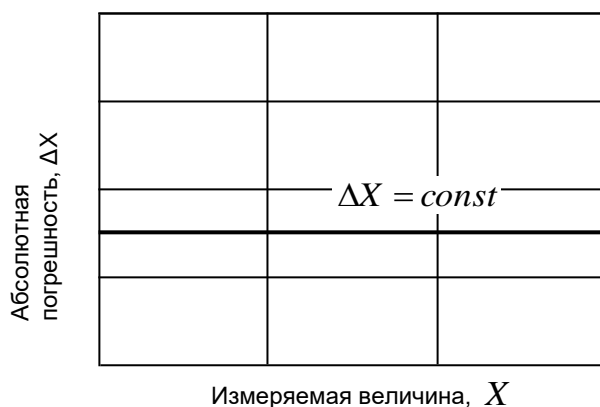

Рис. 1.1. Характер изменения абсолютной аддитивной погрешности.
*Аддитивная погрешность* - погрешность, которая остается постоянной (не зависит от изменения измеряемой величины) в пределах диапазона измерения (рис.1.1).